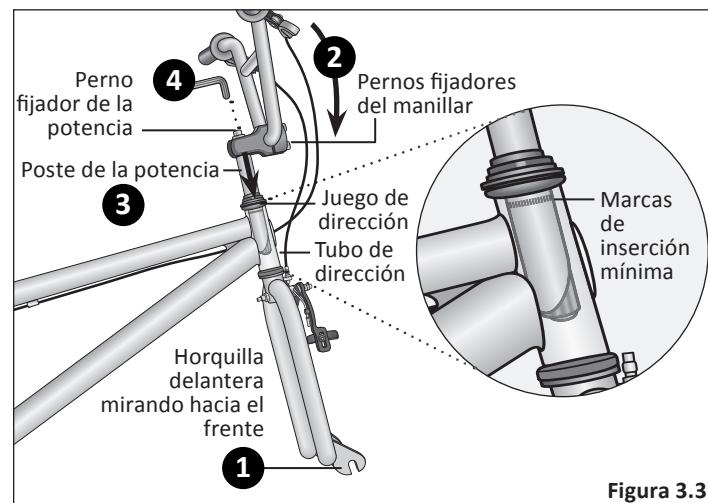

Figura 3.3
- Gire la horquilla delantera para que mire hacia delante. **Figura 3.3**
- 1 Gire la horquilla delantera para que mire hacia delante (es decir: la puntera de la horquilla está en la posición más adelantada). **Figura 3.3**